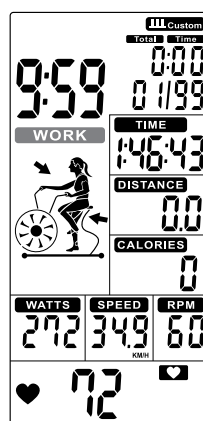

FIGURA 36
- O tempo é reduzido a partir do tempo total predefinido e WORK pisca uma vez por segundo. Em seguida, TEMPO (display 3), DISTÂNCIA (display 4), CALORIAS (display 5), WATTS (display 6), VELOCIDADE (display 2) E RPM (display 1) começam a contar, a contagem exibe '01 / XX' (Figura 36).